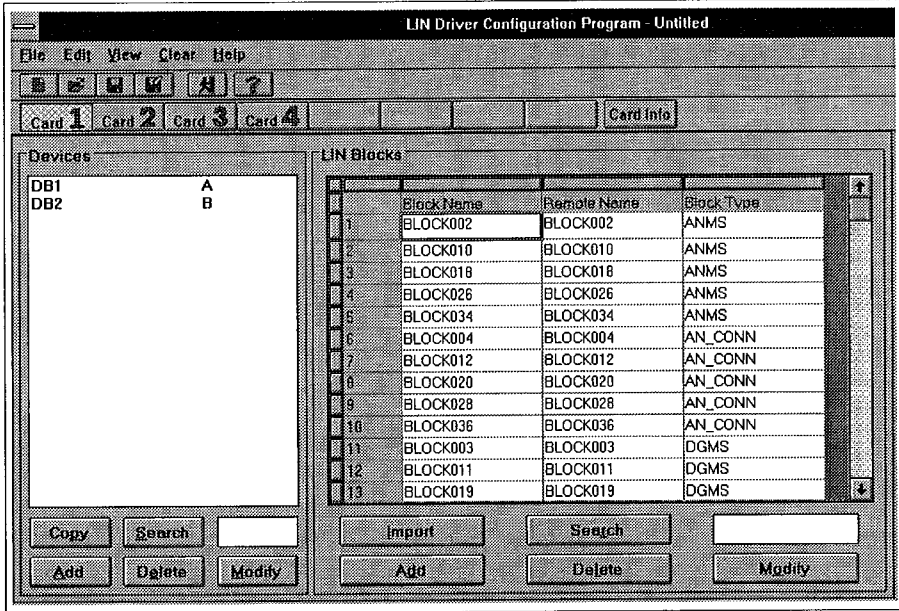

Figure 3-15 Table d'enregistrements d'interrogation avec un fichier .CSV chargé
- 4 Sélectionnez un fichier et cliquez sur 'OK'. Le contenu du fichier .CSV est chargé dans la table d'enregistrements d'interrogation. Voir l'exemple de la figure 3-15.